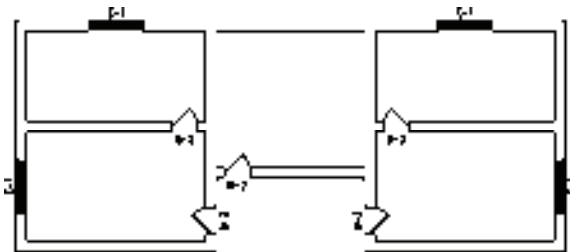

图 10-75 打开素材
1) 按〈Ctrl+O〉组合键，打开配套光盘提供的“第 10 章/10.3.8 画对称轴.dwg”素材文件，结果如图 10-75 所示。